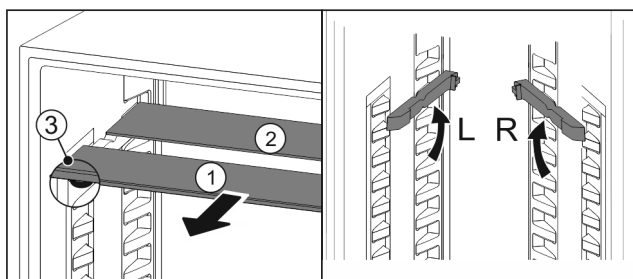

Fig. 177
- Tërhiqni një nga një pllakat e xhamit nga përpara Fig. 177 (1).
- Pllaka e xhamit Fig. 177 (1) me kornizën ndodhet përpara.
- Ndaluesit Fig. 177 (3) janë të drejtuar për poshtë.